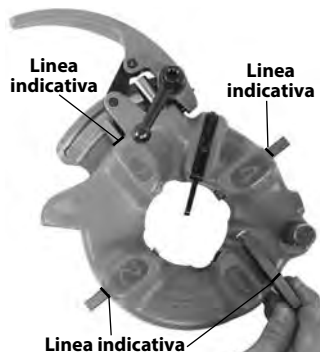

Figura 9 – Inserimento dei pettini
6. Inserire gli opportuni pettini nella testa portapettini con il margine numerato rivolto verso l'alto, fino a quando la linea dell'indicatore sarà a pari con il margine della testa portapettini (vedere Figura 9). N numeri sui pettini devono corrispondere ai numeri sulle fessure della testa portapettini. Sostituire sempre i pettini come set - non mescolare pettini provenienti da set diversi.